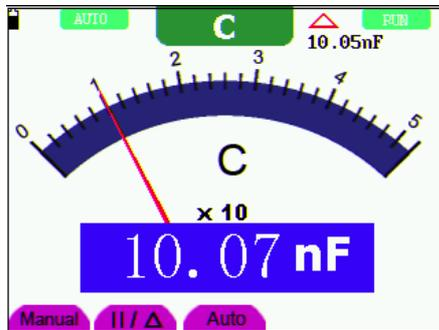

Рисунок 30. Измерение емкости
4. Подсоедините красный и черный измерительные провода к обследуемой емкости, и ее измеренное значение появится на дисплее (см. рисунок 30).